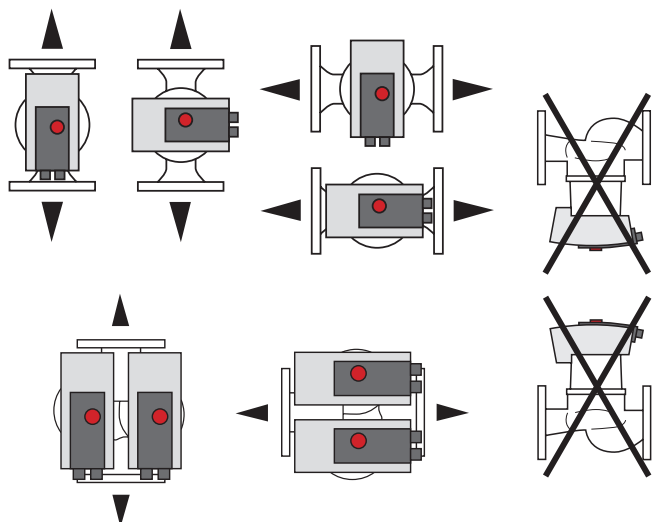

Fig. 4: Dopuszczalne pozycje montażowe
- Sprawdzić dopuszczalne pozycje montażowe → Fig. 4.